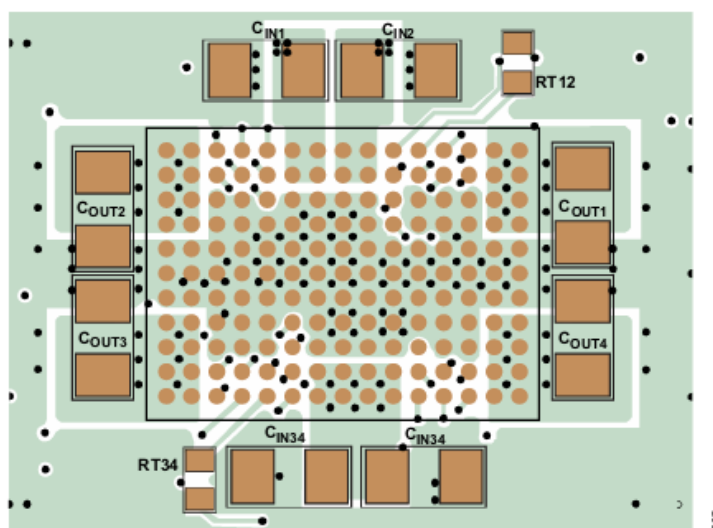

図 67. 推奨外部部品、GND プレーン、サーマル・ビアを示したレイアウト
PCB レイアウトの設計に関する問題のほとんどは、LTM8060F の高レベルの集積によって緩和もしくは除去されています。しかしながら、LTM8060F はスイッチング電源であり、EMI を最小化し適切な動作を確保するための注意が必要です。集積レベルが高いとはいえ、レイアウトが無計画であったり粗雑であったりすると、仕様規定された動作を実現できない可能性があります。推奨レイアウトについては図 67 を参照してください。グラウンディングやヒート・シンクは確実に許容可能なものにしてください。
6. ビアを使用して GND 銅領域を基板の内部グラウンド・プレーンに接続します。このような GND ビアを多数配置することにより、PCB 内層プレーンとのグラウンド接続および熱経路を良好なものにできます。図 67 のサーマル・ビアの位置と密度に注意を払ってください。LTM8060F は、電力処理を行う内蔵部品の近くにビアがあるため、その場所の内部 GND プレーンに接続されたビアによるヒート・シンクのメリットを生かすことができます。サーマル・ビアの最適な数は PCB の設計に依存します。例えば、非常に小さいビア・ホールを使用する基板もあります。その場合、大きなホールを使用する基板よりも多くのサーマル・ビアを使用する必要があります。